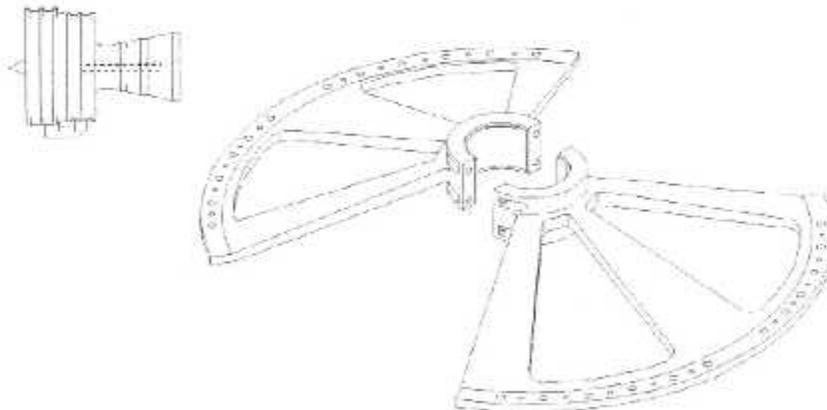

Fig. III. 42: Dispositif. 356A3750G02
- On met le secteur inférieur du **Dispositif. 356A3750G02**.fig. III. 42. sur le module LPT.